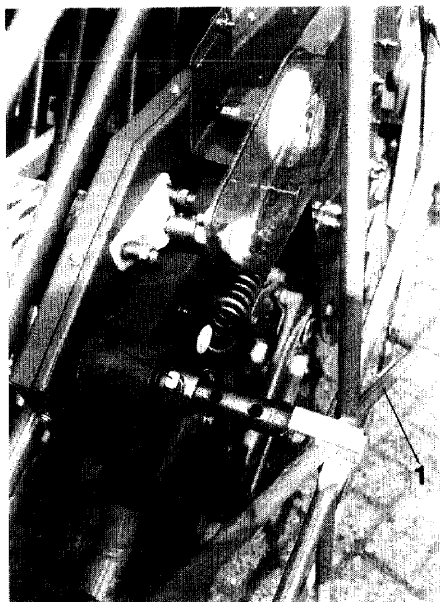

Fig. 54
1. Aandrijfwiel (fig.54/1) uit de zwenkbare aandrijfstand uittrekken en met een borgpen (fig.54/2) in het tweede of derde gat met de as verbinden.
Het aandrijfwiel op de plaats voor transport met de zwenkbare aandrijving insteken en met de borgpen (fig.54/2) borgen.